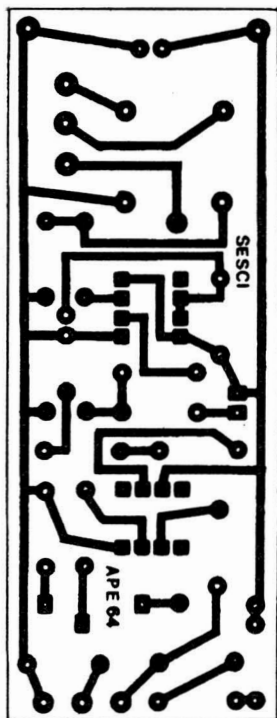

Fig. 2
- **FIG. 2 - LAY OUT DO CIRCUITO IMPRESSO ESPECÍFICO** - Tratando-se de uma aplicação *semi-profissional*, cuja instalação obviamente não envolve excessivos requisitos de miniaturização e muito menos de portabilidade, não nos preocupamos em compactar muito a placa de impresso, favorecendo assim um certo *descongestionamento* do *lay out*. Este é visto, na figura, em tamanho natural (escala 1:1), como sempre com as áreas em negro representando as partes que restam cobreadas após a corrosão (e que, na traçagem, deverão ser protegidas pelos decalques ou tinta ácido-resistente...), e em branco os setores da placa que terão a película de cobre removida pela solução de perclorato de ferro... Recomenda-se o máximo de atenção e cuidado na cópia, traçagem, corrosão, limpeza, furação, etc., devendo a placa ser rigorosamente conferida ao final, já que qualquer errinho, falha ou *curto* poderá *danar tudo* no funcionamento do **SESCOI**... O projeto é direcionado para hobbystas mais avançados ou mesmo para profissionais instaladores já